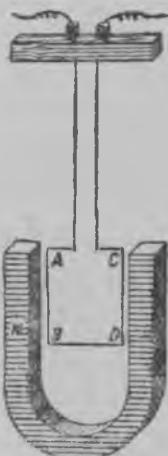

Рис. 102. Рамка токан ке
74. Рамка токан ке магнитнойс поляс. Сиёйтамма подкован нääгээзен магнитан матнитнойх полях ойгиэ углазен проволокка виткан — ойгиэ углазен рамкан — и пиастэммä рамкуа мүöте токан (рис. 102).
- Мин мойзес направленияс лийкуу рамка (рис. 102), если токка рамкас маткуау *A*-с *C*-х?